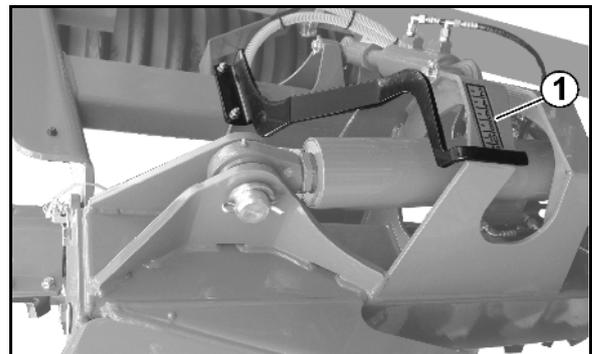

Fig. 35
- Die eingestellte Arbeitstiefe mittels der auf den Seitenrahmen aufgetragenen Skala (Fig. 35/1) kontrollieren.